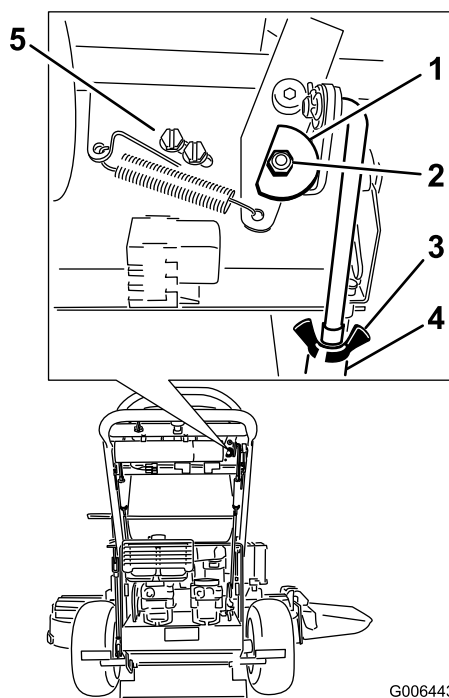

Figure 43
7. Desserrez l'écrou et le boulon de fixation de la came (Figure 43).